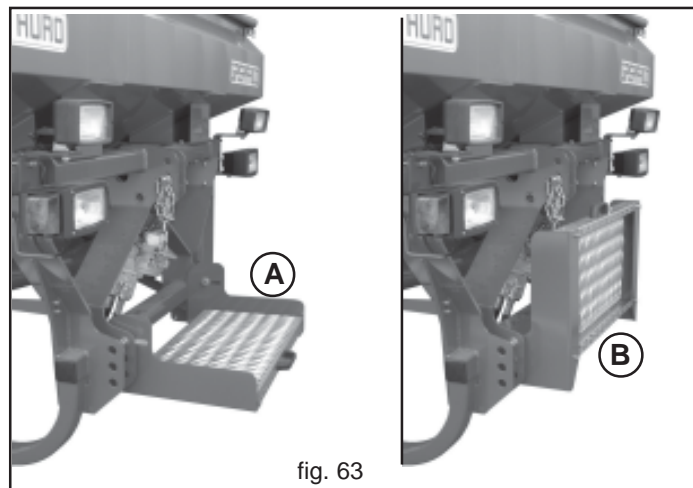

fig. 63
En caso de carga manual, utilice la plataforma (A, Fig. 63) para acceder a la tolva del equipo. Durante el trabajo o el transporte por carretera, pliegue siempre la plataforma como se indica en la Figura 63 (B).